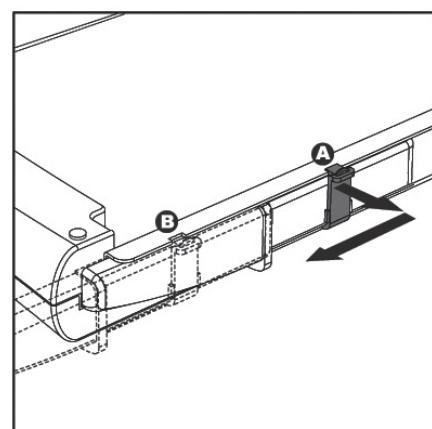

Abb. 1
- Der Schneidehebel ist an der Bodenplatte verriegelt. Verriegelungstaste nach rechts ziehen und von Position A nach B schieben, um den Hebel zu entriegeln (siehe Abb.1).